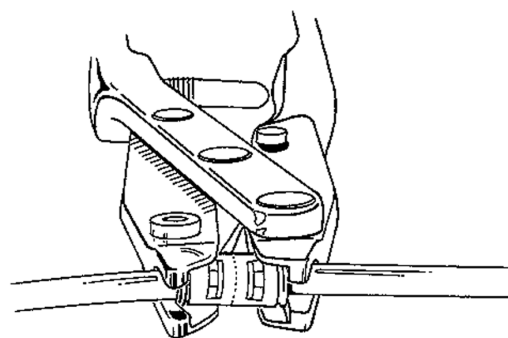

Figura 4-20. Posizionamento del connettore sullo strumento di assemblaggio
10. Posizionare le estremità del connettore nelle ganasce dello strumento (**Figura 4-20**).
AVVERTENZA: controllare i tubi prima di chiudere lo strumento di assemblaggio. Il tubo non deve rimanere intrappolato tra le ganasce dello strumento di assemblaggio e il connettore ma deve fuoriuscire dritto dalle estremità del connettore, attraverso le guide dello strumento di assemblaggio. Dopo aver utilizzato lo strumento di assemblaggio AMS Quick Connect, il tubo deve sporgere dalla finestra del connettore. Ciò indica che il tubo siede ancora saldamente nella parete centrale del connettore. L'estremità dell'anello fuori del connettore deve risultare parallela e quasi a livello dell'estremità del connettore (Figura 4-20), a indicare che l'anello è stato inserito completamente nel connettore e attaccato ad esso. Tirare con fermezza entrambe le estremità del connettore a conferma dell'effettuazione di una buona connessione.